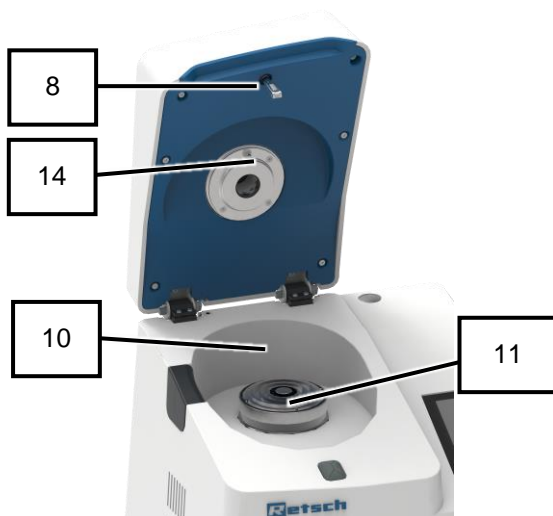

Abb. 57: Innenraum
5. Falls eingesetzt, die Mahlwerkzeuge (Kassette mit Deckel, Ringsieb, Rotor und Labyrinthscheibe) aus dem Innenraum (10) nehmen.
6. Schließkloben (8) unter der Gerätehaube mit einem Pinsel reinigen (Abb. 57).
7. Temperaturfühler (14) unter der Gerätehaube (2) und neben der Rotorwelle (10) mit einem Pinsel reinigen (Abb. 57).
8. Rotorwelle (11) mit einem Staubsauger reinigen (Abb. 57).
9. Innenraum (10) und die Unterseite der Gerätehaube (2) mit einem Staubsauger reinigen (Abb. 57).